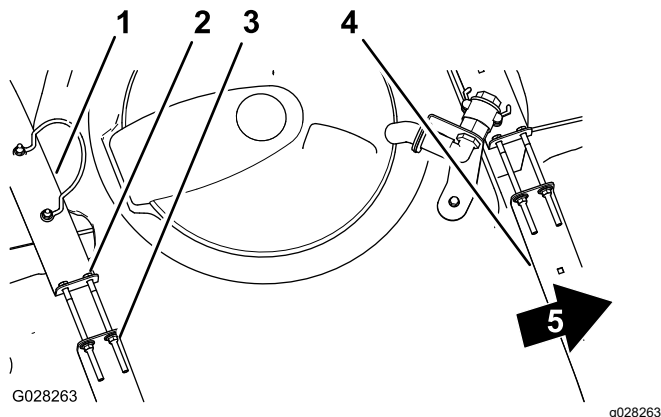

図 69
2. タンクとタンク固定ベルトとの間に、たるみがないか点検する 図 69。
3. ベルトにゆるみがある場合には、ベルトの上部にあるフランジロックナットとボルトを締めてベルトとタンクとが面一になるようにする 図 69。